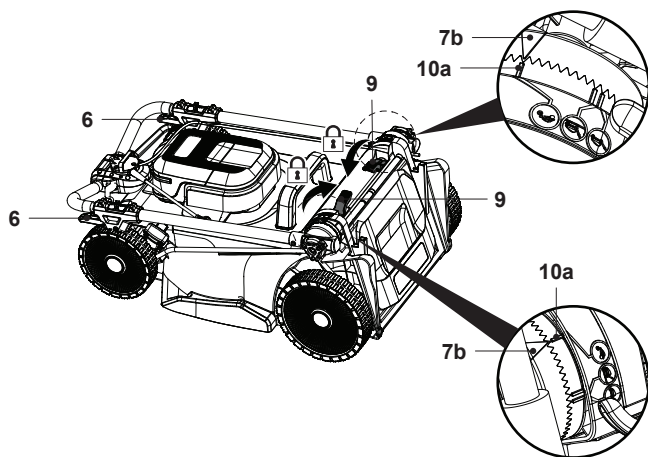

Fig. 24
8. Para poupar espaço, também pode abrir as duas alavancas de bloqueio (6) e inserir por completo a pega superior até parar, fixar as ligações (6, 9) e assegurar-se de que o triângulo de indicação (7b) está alinhado com o indicador de estacionamento (10a) para evitar a dispersão (Fig. 24).